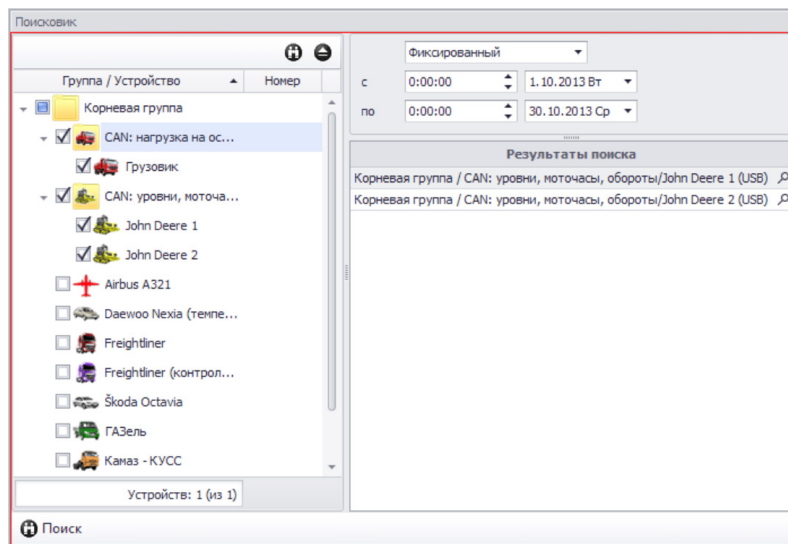

Рис.361. Модуль поиска.
- модуль выполнит поиск по заданным критериям и отобразит результаты (Рис.361).